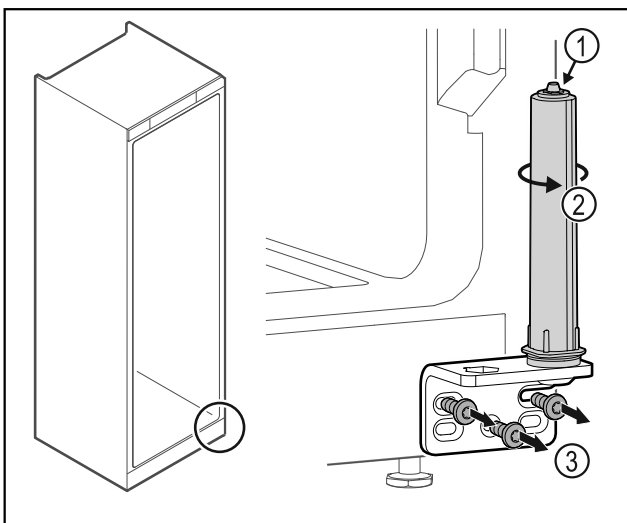

Fig. 23
- Türschließsystem Fig. 23 (1) nicht zerlegen.
- Schließsystem Fig. 23 (2) drehen, bis es klickt.
- Scharnierwinkel abschrauben Fig. 23 (3).